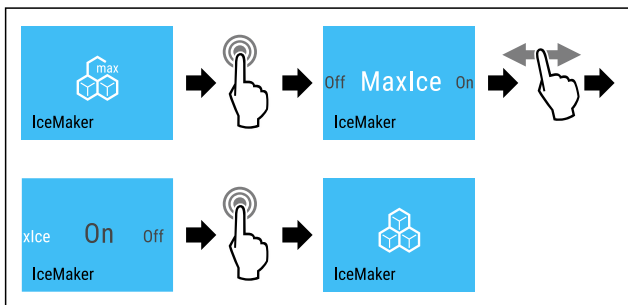

Fig. 19
- ▶ Провести етапи операцій (див. Fig. 19).